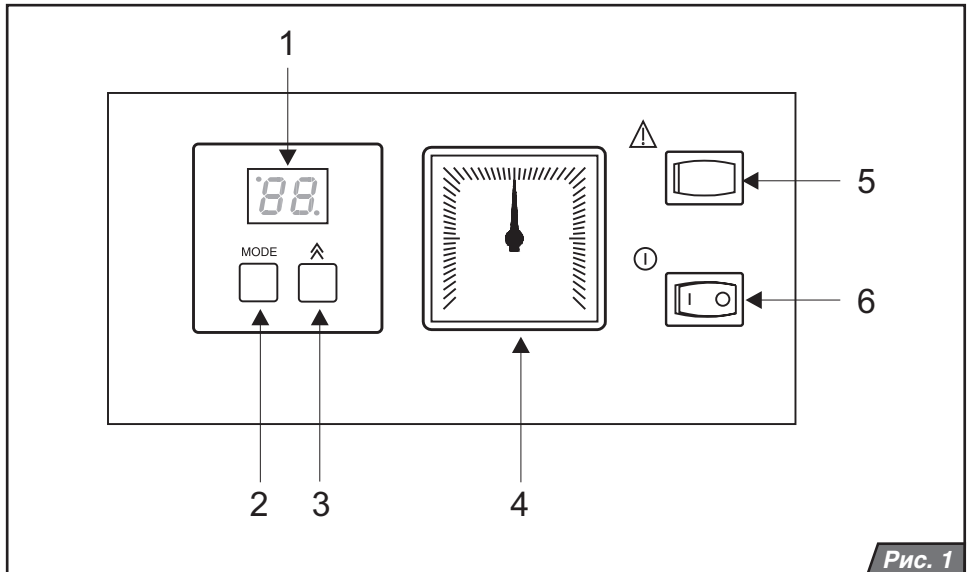

Рис. 1
Головний вимикач (рис. 1, поз.6) призначений для включення і виключення котла. Його розміщено в правій частині панелі управління.
Опис елементів управління (рис. 1):
Тиск ОВ в котлі показує манометр (рис.1, поз.4).
У випадку, якщо до котла не приєднаний датчик температури ємкісного водонагрівача, натисніть кнопку MODE 1раз (рис.1,
ПОЛУМ'Я. Таке блокування може виникати у тих випадках, коли, газовий клапан відкритий, а автоматика розпалу не отримує зворотній сигнал про наявність полум'я від іонізаційного електроду. Котел відключиться, і на дисплеї засвітиться F1. Ця несправність також може бути викликана спрацюванням датчиків безпеки - аварійного термостата і термостата продуктів згорання. Низький тиск газу на вході котла (менше 8 мм.вод.ст.), неправильне електричне з'єднання (невитримана полярність підключення фази і нуля) також можуть бути причиною втрати полум'я. Для розблокування несправності натисніть кнопку RESET (рис.1, поз.5). Якщо за допомогою кнопки RESET несправність усунути не вдається, зверніться в сервісну організацію.
3. Тиск ОВ знаходиться в дозволених межах 1-2 Бар. Переведіть головний вимикач (рис. 1, поз. 6) в положення (I). Котел вмикається і починає нагрівати воду в водонагрівачі (якщо останній підключений до котла). Після нагріву ГВП котел перейде в режим опалення (за умови, що температура води в системі ОВ нижче заданої). У випадку захисного відключення котла на панелі управління засвітиться повідомлення про
несправність (див. „Повідомлення про помилки“, стор.8). За допомогою кнопки RESET (рис. 1, поз. 6) розблокуйте котел. Якщо захисне відключення повториться, або неможливо здійснити розблокування котла, зверніться в сервісну організацію.